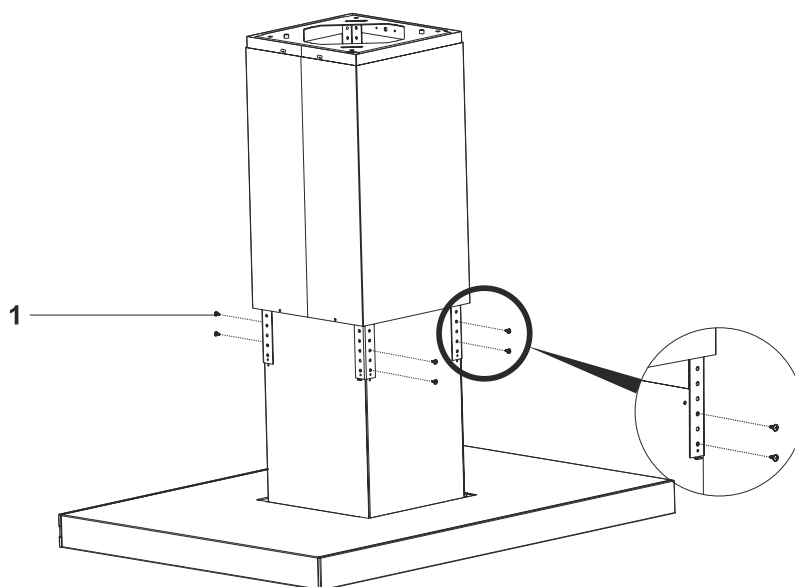

Fig. 11
1. ➔ Fjern den ene 3,5 x 9,5 skrue som fastholder skorstenen (Fig. 11).
2. ➔ Løft skorstene op og skru motorkassen fast til stængerne med 3,5 x 9,5 skruer (Fig. 11/1).